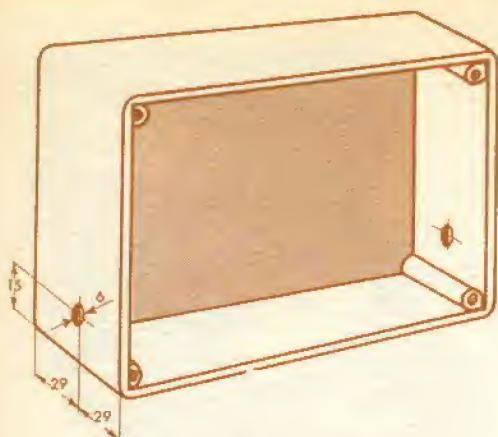

Fig. 6 - Foratura del contenitore.
- Come indicato nella fig. 6, eseguire due fori da 6 mm di diametro nelle pareti laterali del contenitore, per il quale è consigliabile usare il modello GBC 00/0946-01.